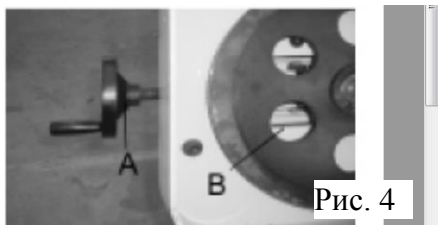

Рис. 4
Чтобы натянуть пильное полотно, поднимите крышку левого шкива и поверните штурвал натяжения (A) пильного полотна, показанный на Рис. 4, по часовой стрелке. Под штурвалом расположены указатель и шкала (B) натяжения. Шкала градуирована для отображения значений натяжения пильного полотна 20 000, 30 000 и 35 000 фунтов на кв. дюйм (PSI). Для пильных полотен из углеродной стали (аналогично полотнам, идущим в комплекте со станком) сила натяжения должна составлять 20 000 фунтов на кв. дюйм.